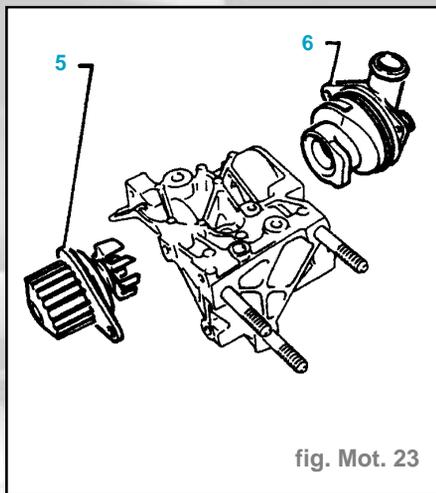

fig. Mot. 23
- Déposer le support moteur supérieur (1).
- Déposer : (fig. Mot. 23)
- la turbine (5),
- le couvercle volute (6).